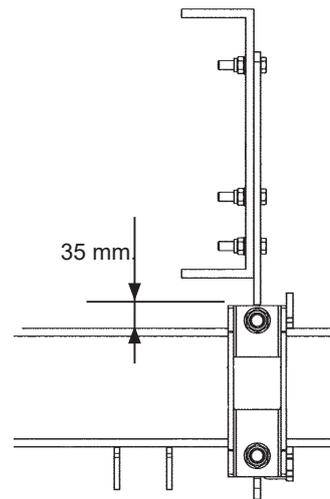

Abb. 34. Die Rahmenbefestigungt erfordert mindestens 35 mm Freiraum zwischen-Fahrzeugrahmen und Hubträger
10. Bei der Montage des Rahmens ohne vorgebohrte Löcher, montieren Sie zuerst eine Schraube in das vorgebohrte Loch der Befestigungen. Markieren Sie auf dem Fahrzeugrahmen die Mitte in den vorgebohrten Löchern der Befestigungen und bohren Sie dann Löcher von Ø14 mm in den Rahmen, siehe Abb. 34.